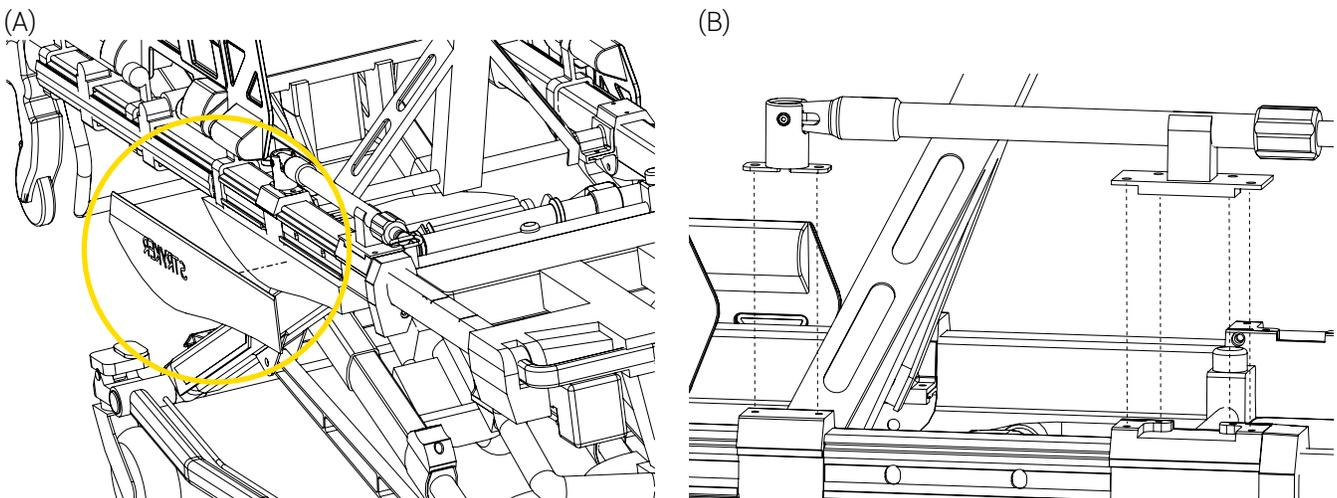

Figure 4: Préparation de la civière - couvercle du boîtier des blocs de glissement/retrait de la tige à soluté et la clip
6. Retirer le couvercle du boîtier des blocs de glissement et le mettre de côté (4 vis; Figure 4 A).
7. Retirer la tige à soluté et la clip (6 vis; Figure 4 B).
5. Optionnellement, réinstaller la tige à soluté et sa clip de l'autre côté de la civière (6 vis; Figure 4).
6. Réinstaller le couvercle du boîtier des blocs de glissement (4 vis; Figure 4).